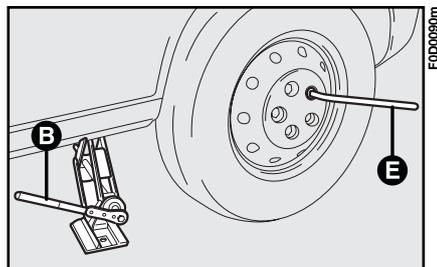

fig. 6
**6)** Desserrer complètement **E**-fig. 6 les 5 boulons au moyen de la clé et extraire la roue.